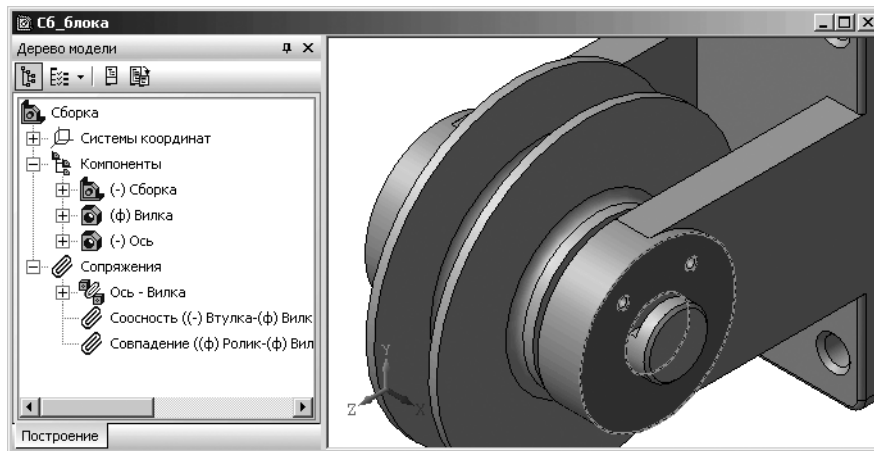

Рис. 6.80. Возможное состояние окна системы при создании детали **Планка** в режиме **На месте**
- с помощью кнопки  **Сдвинуть** определите расположение места для строящегося эскиза. Возможное состояние окна системы показано на рис. 6.80;